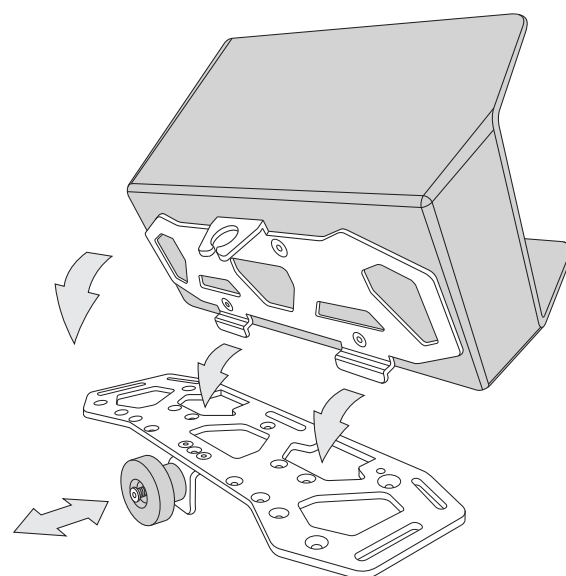

図 14. 荷物ラックへの蓋なしかごの固定
- 図 14 のように、クイック リリース マウントを使って、蓋なしストレージかごを荷物ラックに固定します。